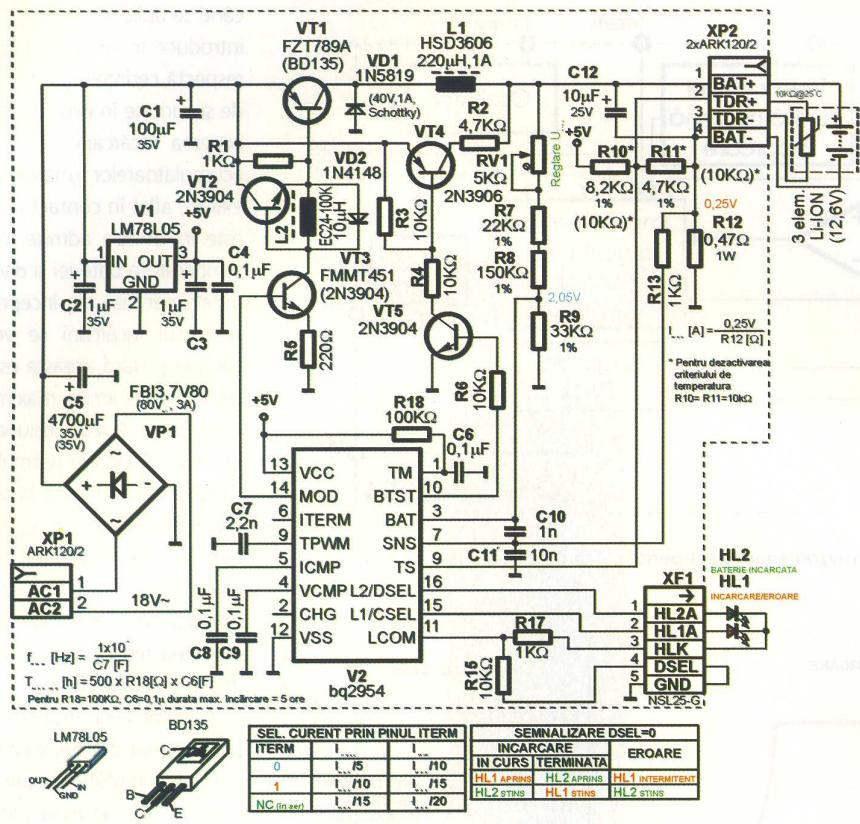

Fig. 7 Schemă elec-
O schemă de încărcare pentru un acumulator format din trei elemente (12,6V) și care utilizează bq2954 poate fi cea din fig. 7. Circuitul V2 necesită alimentare în +5V de aceea s-a introdus stabilizatorul V1. Etajul de putere, funcționând în comutare, este format din VT1, VT2, VT3 și componente asociate. Deoarece frecvența de comutare poate fi de până la 200kHz, tranzistoarele trebuie să fie de comutare. Pentru curent de până la 0,5A se poate utiliza și BD135 pentru VT1. Stabilizatorul în comutare este completat de VD1 și L1. Frecvența de comutare este dictată de valoarea condensatorului C7. La frecvență aleasă, factorul de umplere variază între 0 și 80%. VT5 și VT4, comandate din pinul de BTST permit circuitului să verifice dacă o baterie este prezentă la ieșire. Rezistorul de sesizare pentru curentul maxim de încărcare este R12.
Pinul ITERM (6) permite (prin neconectare, conectarea la +5V sau la masă) selectarea valoarei curentului aplicat bateriei la sfârșitul încărcării, raportat la curentul maxim de încărcare. Valorile selectabile sunt indicate în tabelul din fig. 7.
Rezistoarele R10, R11 linierizează caracteristica termistorului utilizat pentru măsurarea temperaturii. Citirea tensiunii se face diferențial între pinul TS și polul negativ al bateriei. Circuitul bq2954 dispune de o fereastră de tensiuni în care este permisă încărcarea. Dacă temperatura este prea scăzută sau dacă temperatura este prea ridicată (tensiunile nu se găsesc în intervalul 0,4Vcc-0,6Vcc) încărcarea este opriță. Reluarea încărcării se face după revenirea tensiunii în domeniul 0,44Vcc-0,6Vcc. Pentru determinarea exactă a valorii rezistorilor R10, R11 trebuie cunoscută cu exactitate caracteristica termistorului (3). Dacă se dorește inhibarea controlului temperaturii (ceea ce nu este recomandat, dat fiind potențialul exploziv...) R10 și R11 sunt egale și de 10KΩ. Valorile din fig. 7 sunt date pentru un termistor ușor de 10KΩ la 25°C și pentru un domeniu de temperatură, pentru acumulator, de +5...+40°C.